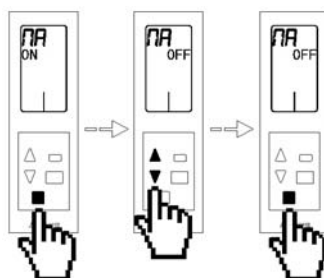

Fig. 96
- **Configuração do comando principal NA** mostra a configuração do comando. Se é o principal mostra **ON** e se é de zona mostra **OFF**. Se deseja alterar a configuração do comando toque no botão de confirmação , o valor do menu ficará a piscar, indicando que está dentro do menu. Selecione a opção desejada com a ajuda das setas   e toque no botão de confirmação . Se deseja sair do menu toque no botão sair  para voltar ao menu anterior. (Fig. 96)